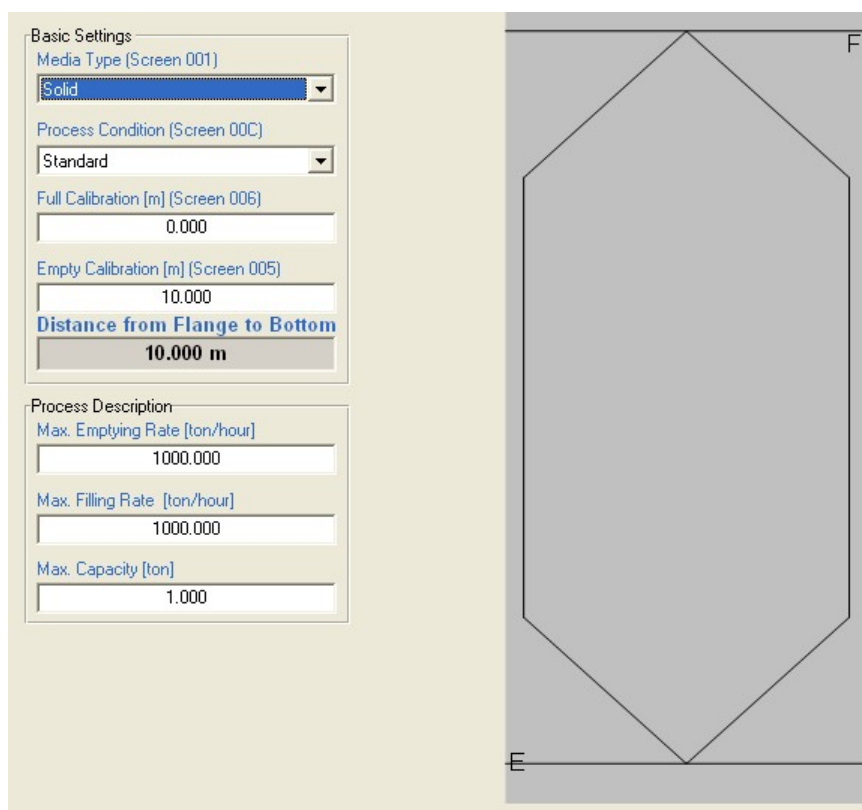

Рисунок 21
- a. Имеется ёмкость со следующими параметрами (Рисунок 21):